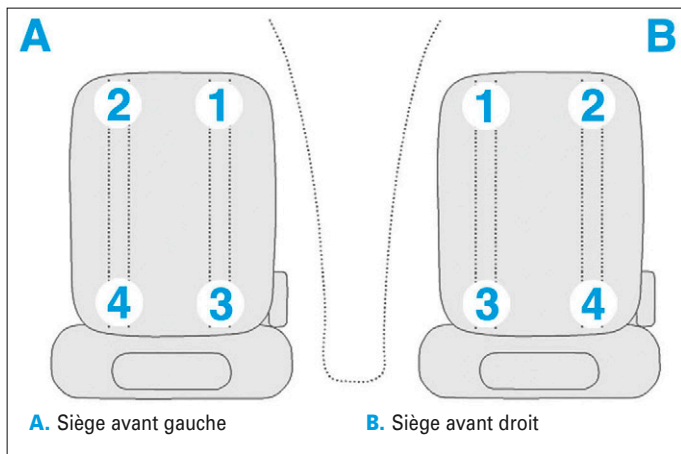

FIG. 8
- Respecter l'ordre de serrage du siège (Fig.8).